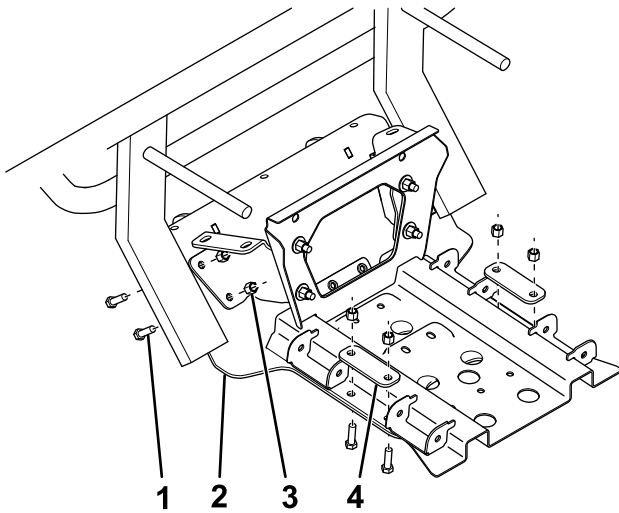

Figure 3
- Fixez l'avant de la plaque de protection du chasse-neige aux supports du véhicule et du soubassement à l'aide de 4 boulons ($\frac{3}{8}$ po) et contre-écrous (Figure 3).
- Fixez l'arrière de la plaque de protection du chasse-neige au véhicule à l'aide de 4 boulons ($\frac{3}{8}$ po), 2 plaques d'appui et 4 contre-écrous (Figure 3).